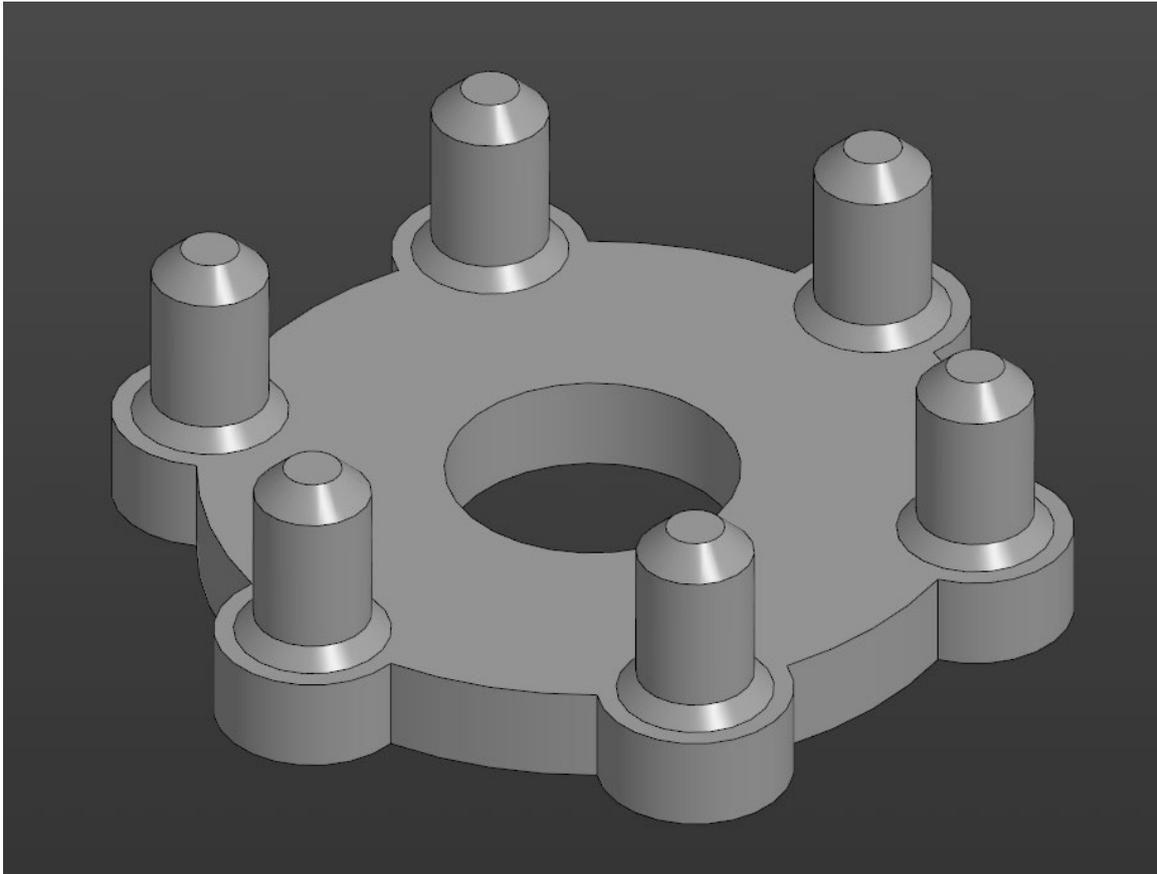
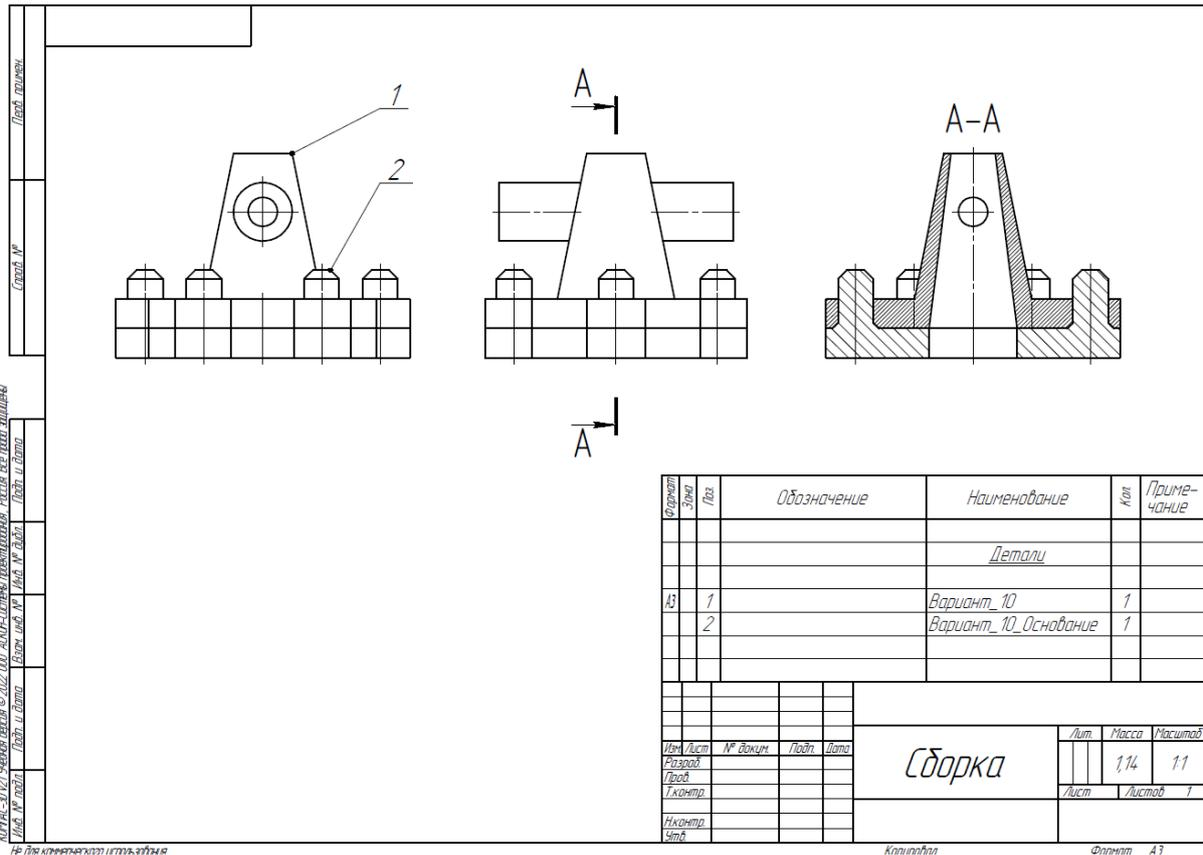

Рис. 2. Модель детали Вариант_10_основание.
Рис. 3. Сборка из двух деталей
2. Создайте трехмерную сборку из двух деталей по чертежу (рис. 3) вторая деталь готова и сохранена в формате *.step. Файл детали приложен к заданию (рис. 2). – 20 баллов.